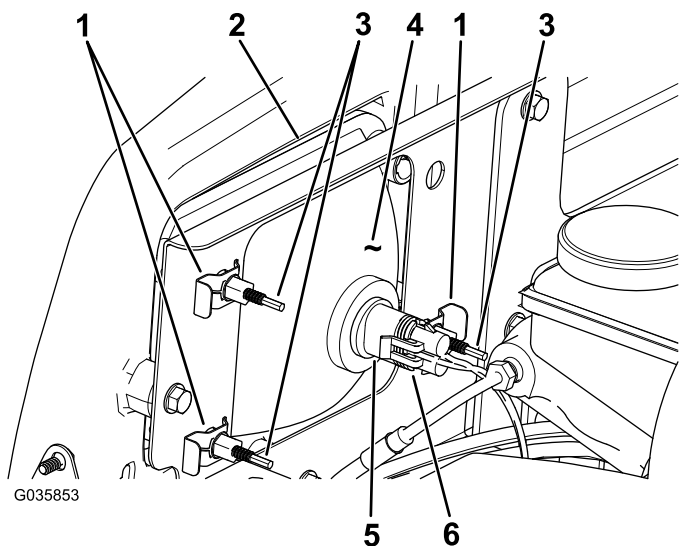

Figura 50
8. Collegate il connettore elettrico del cablaggio al connettore del nuovo gruppo luci (Figura 50).
3. Scollegate il connettore elettrico del cablaggio dal connettore del gruppo luci (Figura 50).
4. Togliete i fermagli che tengono bloccato il faro anteriore sulla relativa staffa (Figura 50).
5. Rimuovete il gruppo faro anteriore spostandolo in avanti attraverso l'apertura nel paraurti anteriore (Figura 50).
6. Montate il nuovo faro anteriore attraverso l'apertura nel paraurti (Figura 50).
2. Sul retro del gruppo faro, ruotate le viti di regolazione (Figura 50) per ruotare il gruppo faro e allineare la posizione di getto del fascio.